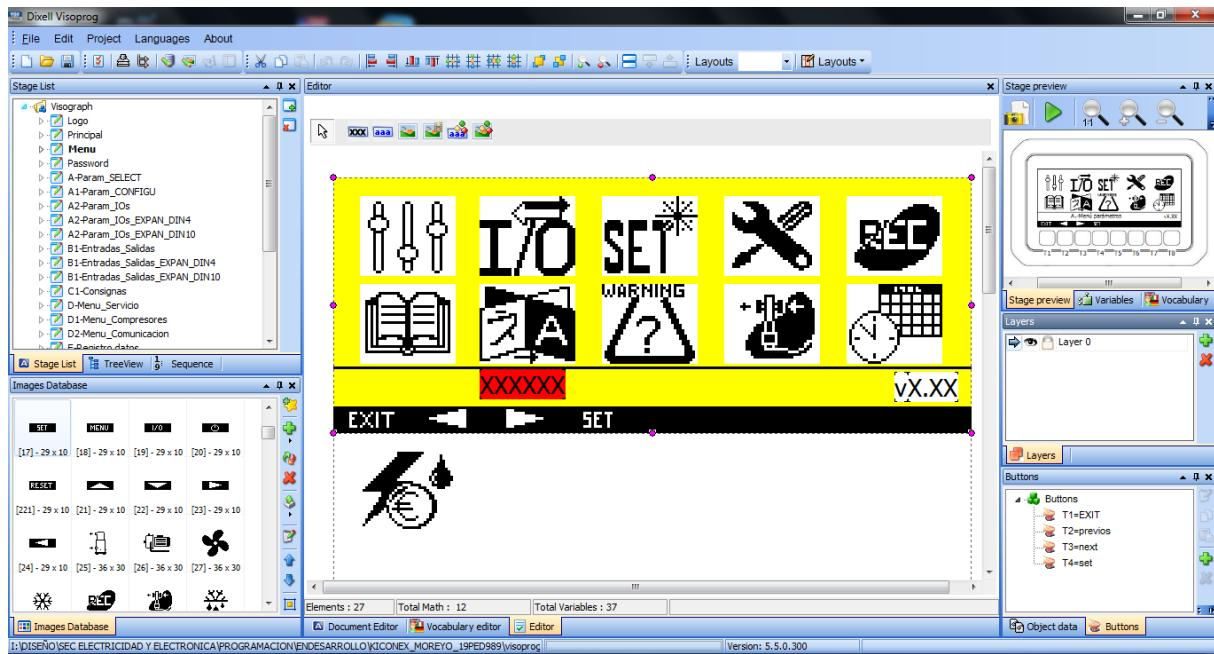

Figura 1.5: Aspecto interfaz Visoprog
*Visoprog* tiene también una sección destinada a textos estándar, así se puede cambiar un texto en un solo sitio, y no en los múltiples sitios en los que se está empleando. La Figura 1.5 representa el aspecto de la interfaz del programa.